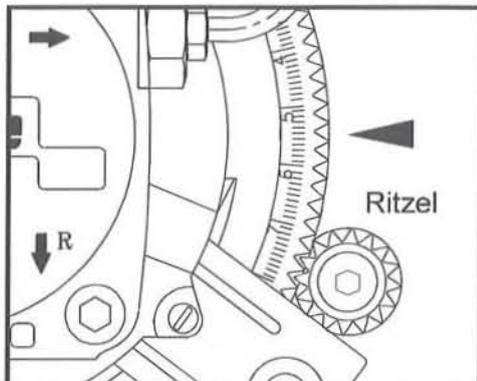

Bild 4
2. Veränderung der Gebläsekennlinie durch einstellbare Lufterlaufdüse (siehe Bild 4). Vorteil: Der Ölbrenner arbeitet im optimalen steilen Bereich des Gebläses.
Mit dem Serviceschlüssel wird nach dem Lösen der Arretierschraube (Bild 5), über das Ritzel (Bild 4) die Brennerpressung im Gehäuse nach den Anhaltswerten (siehe Tabelle Seite 5) ohne Flamme voreingestellt.